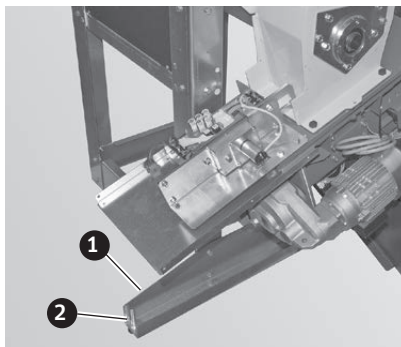

Fig.185 Absperrereinheit montieren
- ▶ Absperrereinheit zwischen Vorratsbehälter und Stokerschnecke schieben und mit je 4 Stk. Sechskantschrauben M10x30 und Muttern M10 handfest anziehen – Fig.185.
Zur leichten Montage der Absperrereinheit den Behälter durch Herausdrehen der Stellschrauben (Fig.185) anheben damit der Abstand zwischen Vorratsbehälter und Stokerschnecke größer wird.